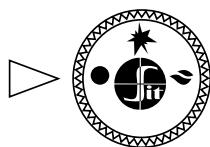

Рис. 9
- 7.2. В исходном (выключенном) положении ручки управления находится в положении «точка» (рис. 9). Пилотная и основные горелки погашены (подача газа к ним заблокирована).
- 7.5. **Выключение аппарата** производится путем поворота ручки в положение «точка» (рис. 9). При этом пилотная и основные горелки (если горят) погаснут.